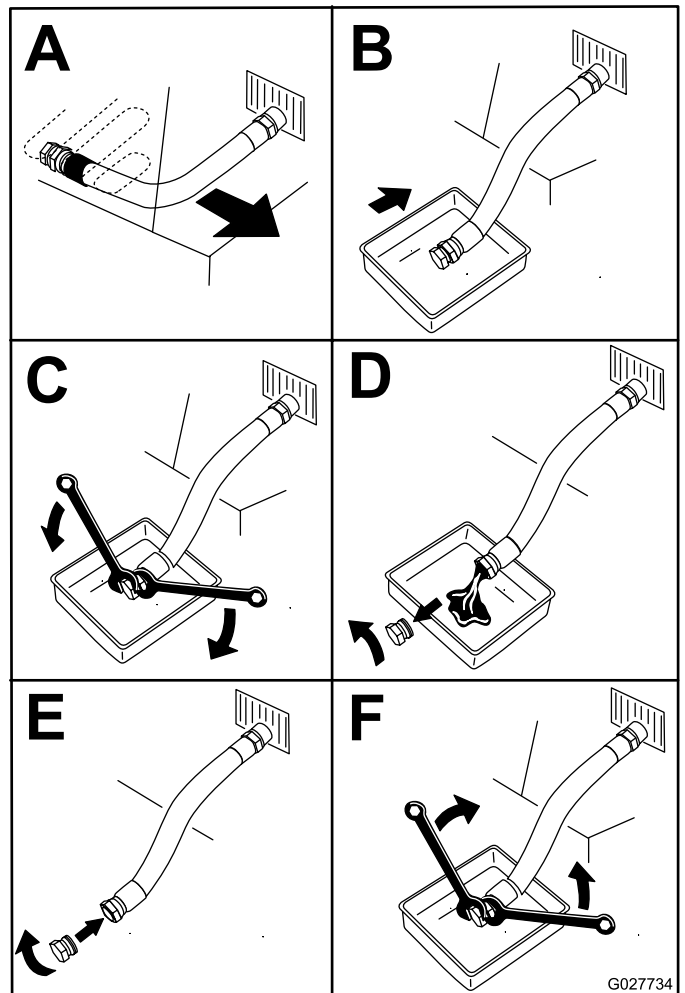

Figura 45
5. Drene el aceite del motor (Figura 45).